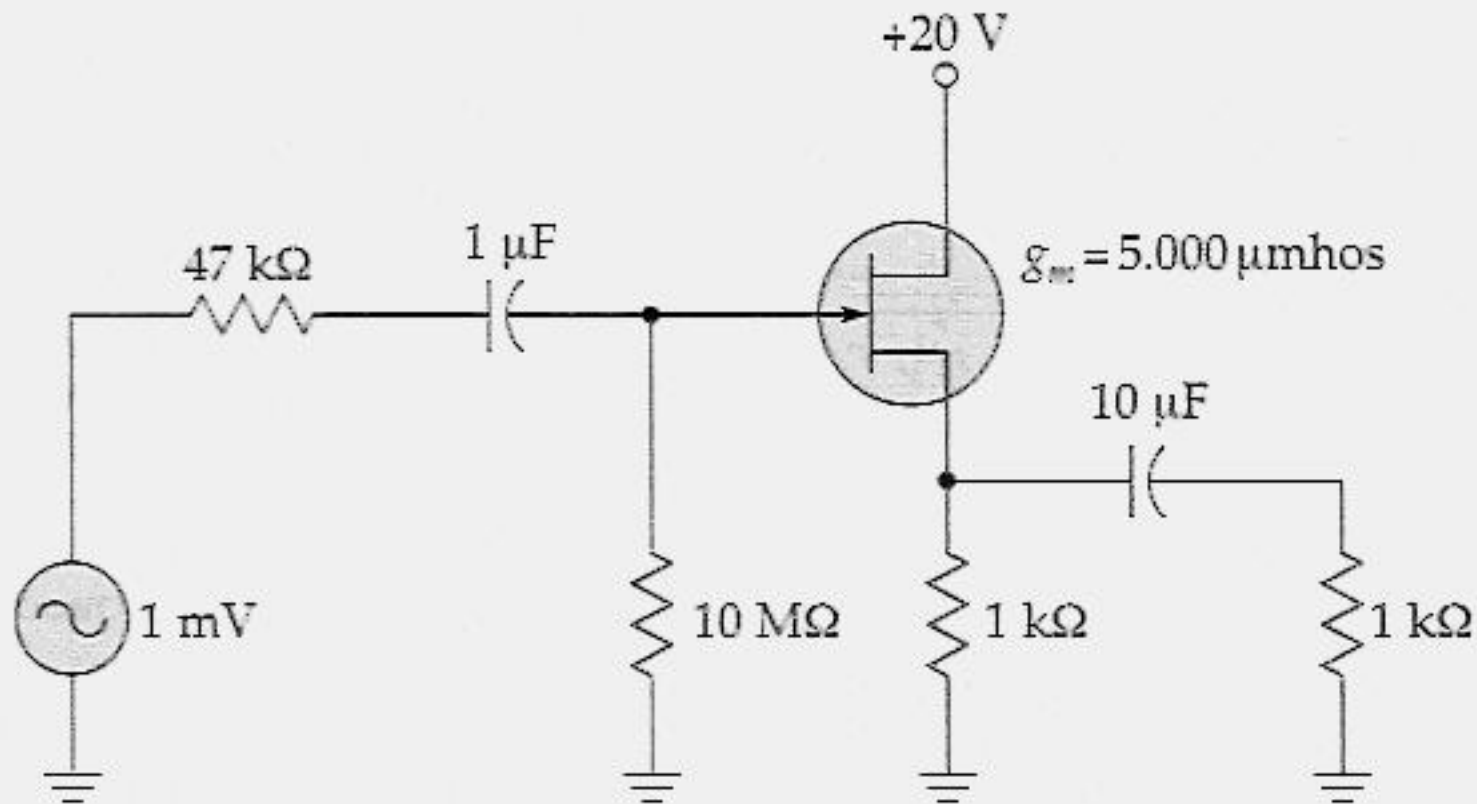

Figura 16.40
- 16.40 Quais são as frequências críticas dos circuitos de acoplamento na Figura 16.40?